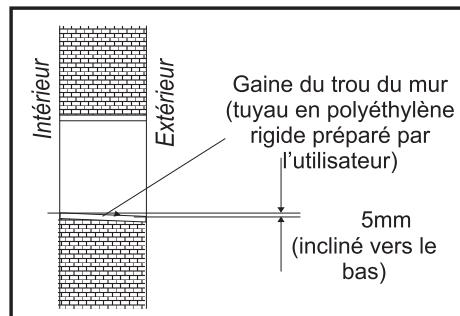

Fig. 2
- Installez une gaine à travers le trou du mur pour que le mur reste propre. (Fig. 2).